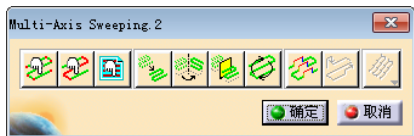

图 4-29 “Multi-Axis Sweeping.2”对话框
- 展开“Multi-Axis Sweeping.2”节点。右击 Tool path 节点, 在弹出的快捷菜单中选择 Tool path 对象→Edit 命令, 弹出“Multi-Axis Sweeping.2”对话框, 如图 4-29 所示。